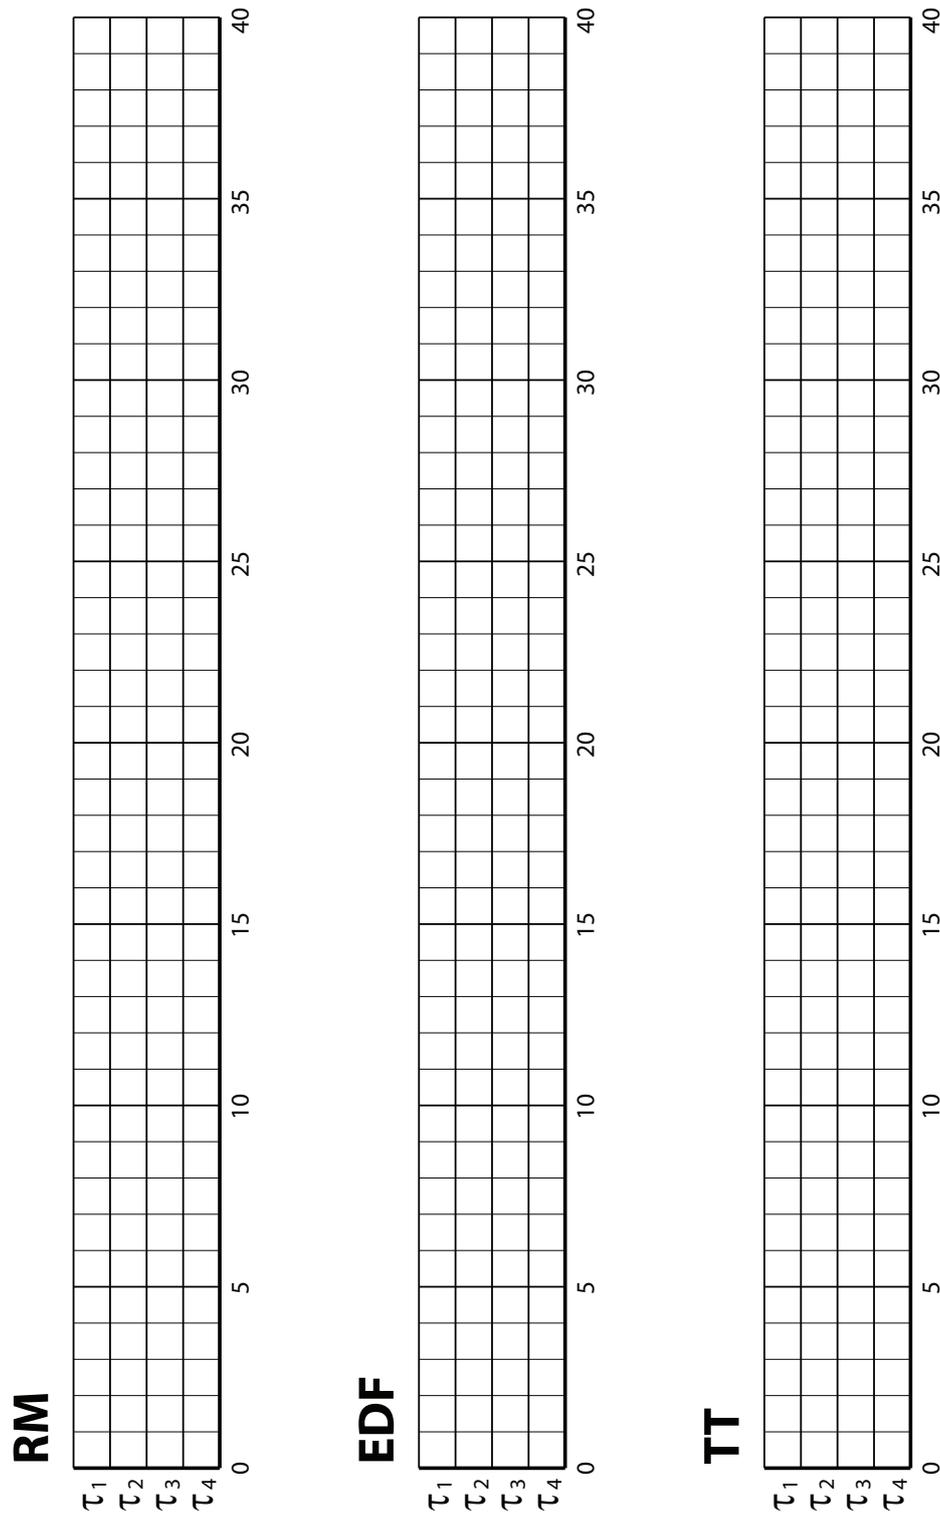

Abbildung 4: Ablaufpläne.
- (e) (3 Punkte) Zeichnen Sie den Ablaufplan des Tasksets S mit RM-Scheduling für das Zeitintervall $t \in [0..40]$ in die vorbereitete Abbildung 4 ein.
- (b) (8 Punkte) Zeichnen Sie den Ablaufplan des Tasksets S mit EDF-Scheduling für das Zeitintervall $t \in [0..40]$ in die vorbereitete Abbildung 4 ein. Bei Tasks mit gleicher Deadline wird zuerst der Task mit der kleinsten Periode abgearbeitet, unter dem Vorbehalt dass keine unnötigen Kontext-Switches stattfinden.
- (c) (9 Punkte) Der zyklische Ablaufplan des Time Triggered Cyclic Executive Scheduler soll nun so erstellt werden, dass die durchschnittliche Antwortzeit für die einzelnen Tasks minimiert wird. Dabei soll das Minimieren der Antwortzeit eines Tasks mit kleinerer Periode absolut Priorität haben vor dem Minimieren der Antwortzeit eines Tasks mit grösserer Periode. Beachten Sie, dass die Tasks hier nicht unterbrochen werden sollen. Zeichnen Sie den resultierenden Ablaufplan des Tasksets S mit TT-Scheduling für das Zeitintervall $t \in [0..40]$ in die vorbereitete Abbildung 4 ein.